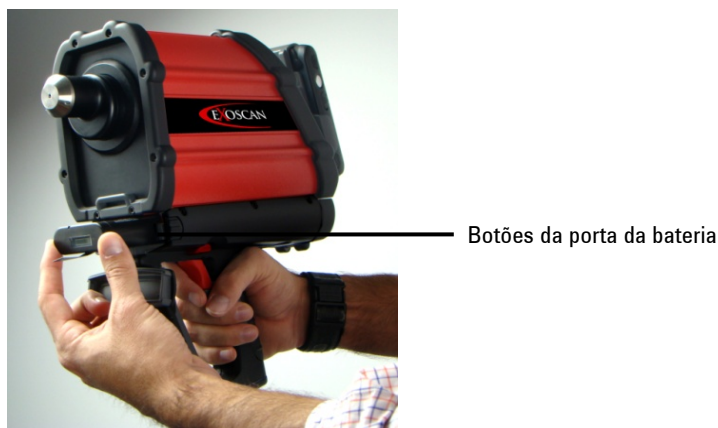

Figura 2. Botões de liberação da tampa da bateria
- 1 Pressione simultaneamente o botão em ambos os lados da tampa do compartimento da bateria (veja a Figura 2).